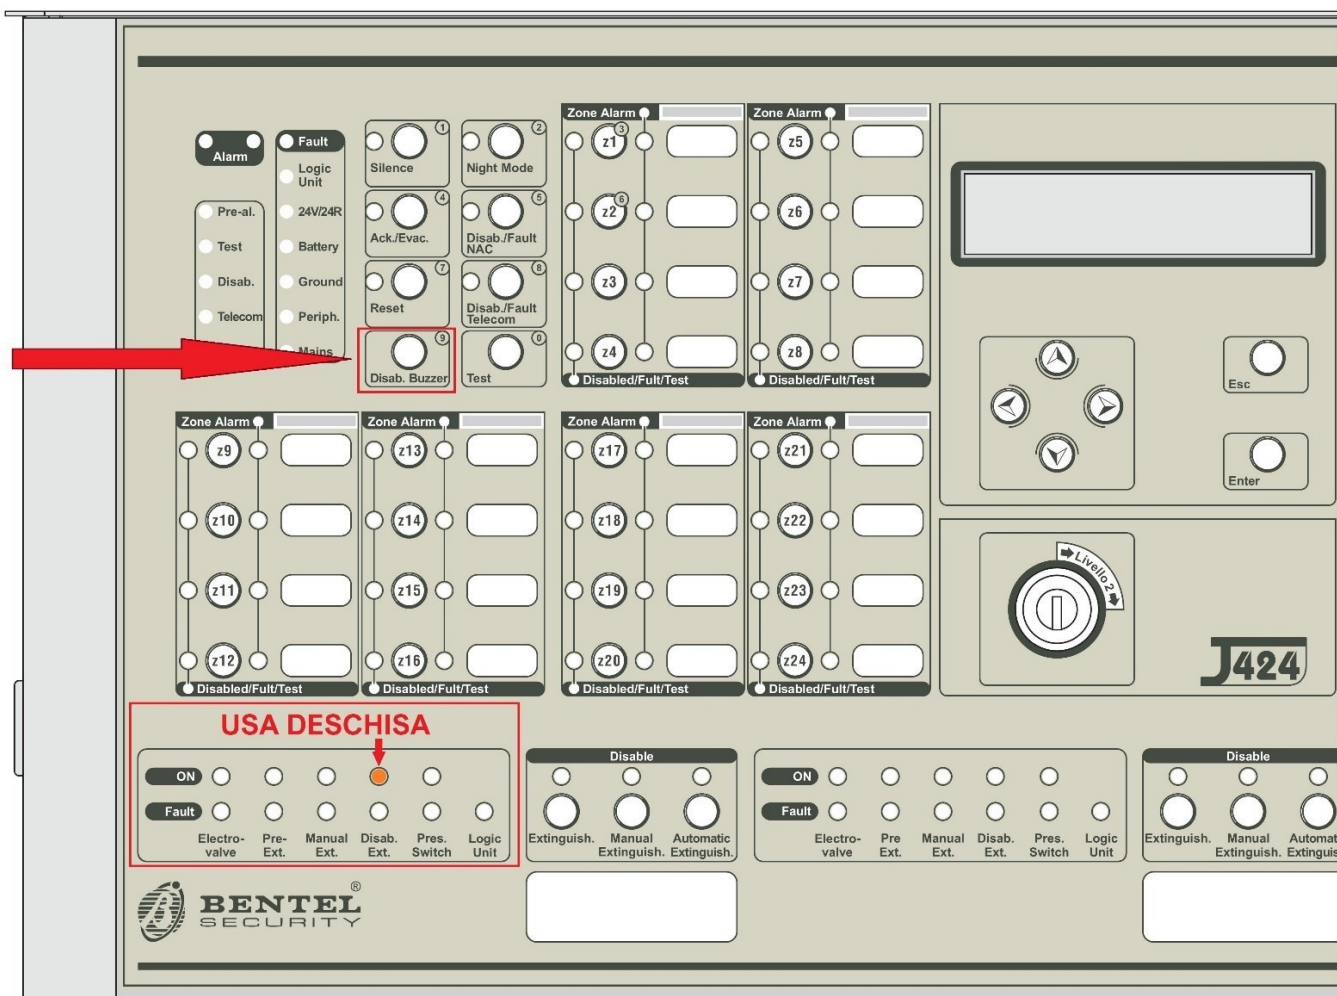

Fig. 2 – Dezactivare Buzzer
- La deschiderea ușii incintei protejate, pornește Buzzer-ul centralei și se aprinde led-ul galben din dreptul *Disable Extinction* (Dezactivare Stingere - Fig. 2). După închiderea ușii, Buzzer-ul se va dezactiva, dar led-ul galben, va rămâne aprins intermitent. Acest comportament al centralei este NORMAL.
- Dacă este necesar ca ușa incintei protejate să rămână deschisă, se poate dezactiva Buzzer-ul prin apăsarea tastei Dezactivare Buzzer (Fig. 2).